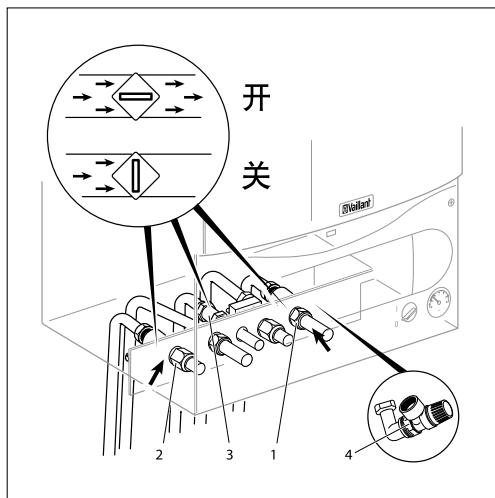

图 4.3 打开保养阀
#### 4.3.1 打开管路阀门（参见图 4.3）
- 确认采暖供回水的保养阀（图 4.3 中的 1 和 2）以及燃气管路上的阀门都已经打开。